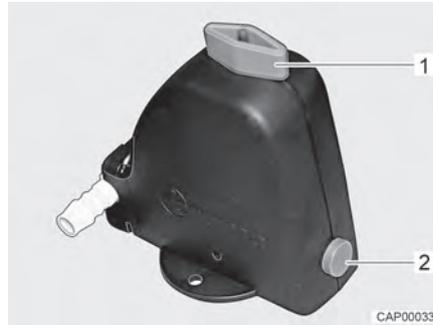
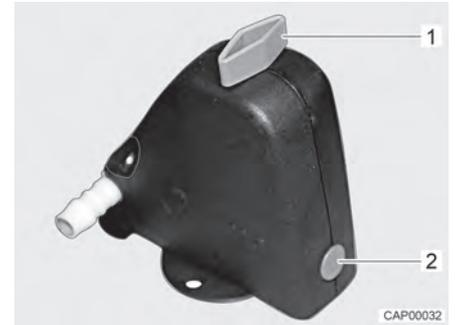

Fig. 127 Válvula de seguridad/purga abierta
Fig. 128 Válvula de seguridad/purga cerrada
- Cerrar la válvula de seguridad/purga. Para ello, girar el botón giratorio (Fig. 127,1) a la posición transversal en referencia a la válvula de seguridad/purga y hundir el botón (Fig. 127,2). La válvula de seguridad/purga cerrada se muestra en Fig. 128. A temperaturas inferiores a 6 °C, la válvula de seguridad/purga no se deja cerrar.